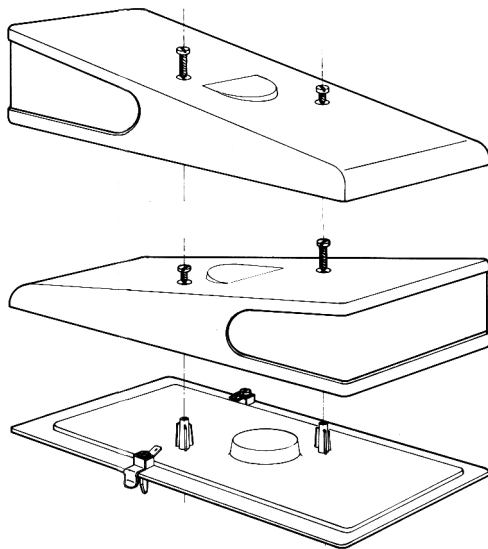

figura 3
- 7 - Serie HT10 con tapas iluminadas: para cambiar la orientación de la tapa, quitar los tornillos y girar de 180° la parte superior de la tapa, que contiene la fotografía, sin modificar la posición de la tapa secundaria. Fijar con los tornillos (ver figura 3).